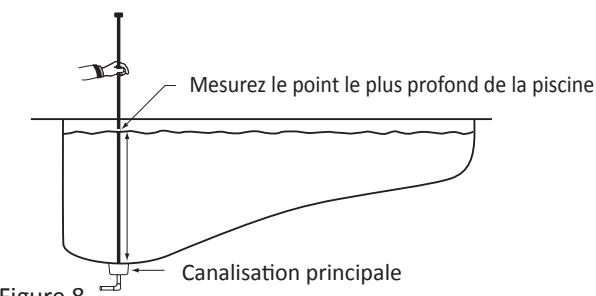

Figure 8.
1. Mesurez la partie la plus profonde de la piscine. **Voir la Figure 8.**